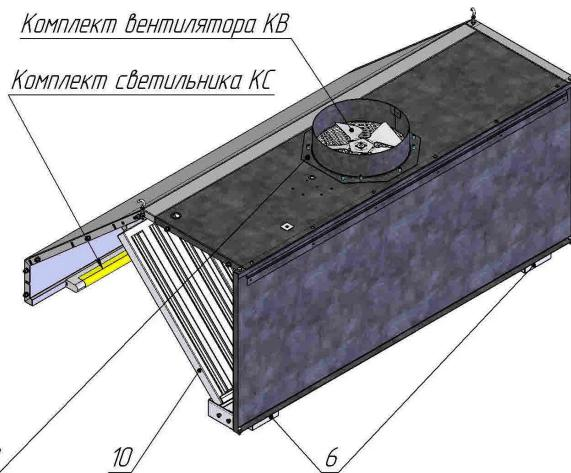

Рис.2
- 4.5.6. Установку фильтров поз.10 и лотков поз.6 произвести согласно Рис. 2.
- 4.5.7. При наличии комплекта вентилятора КВ (заказывается дополнительно для каждого зонта). Комплект вентилятора разместить внутри зонта. Раскрутить крепеж фиксатора поз. 9 (Рис. 2) , совместить комплект вентилятора с отверстиями в крышке зонта и зафиксировать, затянув крепеж.
- 4.5.8. При наличии освещения (заказывается дополнительно) установку комплекта светильника производить согласно Рис. 2. Закрепить на вставке кожуха при помощи винтового соединения М3 и направляющей, входящими в комплект светильника. Последовательное соединение и подключение ламп производить при помощи перемычки и шнура, входящими в комплект светильника. Для подключения шнур продеть через специальные отверстия в коробе зонта.